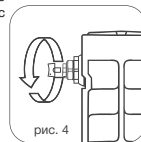

рис. 4
- 8.4. Для удаления воздуха из радиатора в верхней коллектор обязательно установка крана Маевского* или автоматического воздухоотводчика. Для удаления воздуха через кран Маевского необходимо периодически (несколько раз в год) вручную стравливать его с помощью специального ключа* (рис. 4).